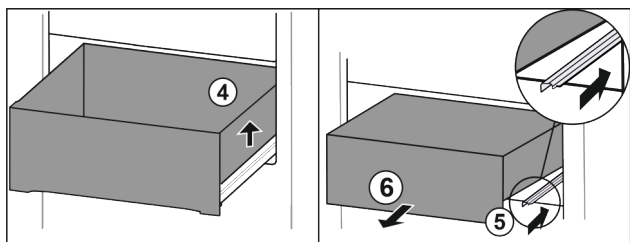

Fig. 90
- ▶ Løft skuffen i højre side. Fig. 90 (4)
- ▶ Skub den højre skinne ind. Fig. 90 (5)
- ▶ Tag skuffen ud fremefter. Fig. 90 (6)